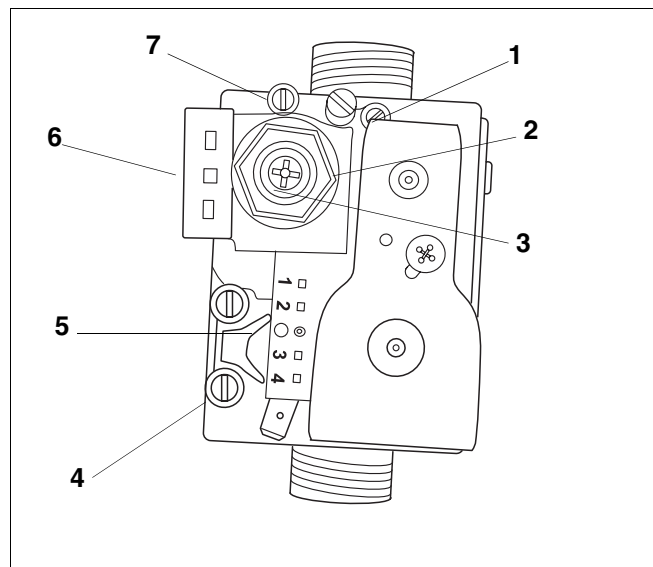

Fig. 29 Armătură de gaz SIT
- Se rotește șurubul de reglare pentru sarcină mare (fig. 29, poz. 2) cu cca. 3 rotații în sens contrar acelor de ceasornic (numai la schimbarea de la gaz lichefiat la gaz natural).
- După cca. 2,5 min (sfârșitul treptei lente) se rotește încet potențiometrul "putere de încălzire max." spre direcția maximă, observând în acest timp presiunea duzei și după atingerea necesarului de căldură maxim, se reglează sarcina mare de la șurubul de reglaj conform documentației (fig. 29, poz. 2).
- Se rotește șurubul de reglaj sarcină mare (fig. 29, poz. 2) cu cca. 7 rotații în sens contrar acelor de ceasornic.
- Se înșurubează șurubul de reglaj sarcină mare (fig. 29, poz. 2) în sensul acelor de ceasornic până la opritor.
- Se racordează manometrul la niplul de măsurare a supapei de gaz tip combi (fig. 29, poz. 7) și la niplul de măsurare al centralei termice (fig. 27, poz. 1).
- Se compară presiunea de la manometru cu cea din tabelul cu presiunile din duze (tab. 4 până la tab. 7) și, dacă este necesar, se corectează cu regulatorul pentru sarcină mare (fig. 29, poz. 2).
- Se reglează potențiometrul "putere de încălzire max." (fig. 26, poz. 2 la pag. 21) la putere minimă cu regulatorul pentru sarcină mică (în sens contrar acelor de ceasornic până la opritor) (fig. 29, poz. 3).
Legendă la fig. 29: